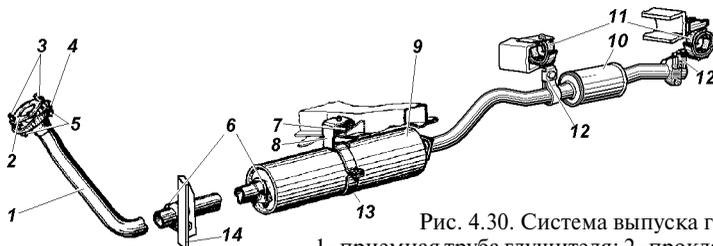

Рис. 4.30. Система выпуска газов:
**Система выпуска газов** (рис. 4.30) состоит из приемной трубы, глушителя и резонатора. Между выпускным коллектором и приемной трубой глушителя, глушителем и резонатором устанавливаются железобетонные прокладки. Глушитель и резонатор шума выпуска диффузорного типа с системой расширительных камер. Конструкция глушителя и резонатора - неразборная.